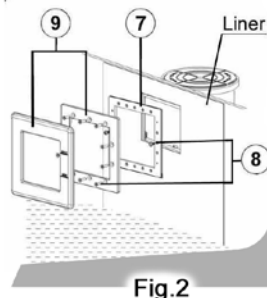

Fig. 2
Antes de instalar o Skimmer na piscina, verifique que este está posicionado a favor dos ventos dominantes (ver fig. 2), para que o vento ajude a levar a sujidade que fica na superfície da piscina até à boca do Skimmer de mochila.
4.1.1. PRÉ-FIXAÇÃO DA ABERTURA DE RETORNO DO SKIMMER DE MOCHILA (Fig. 2)
Introduza o anel de fricção e uma das juntas (Fig. 2) na abertura de retorno.
Por fora da piscina, introduza a outra junta (Fig. 2) na parte roscada da abertura de retorno que sobressai.
Enrosque bem a abertura de retorno no corpo do Skimmer de mochila utilizando a chave (Nº 13 Fig. 2).